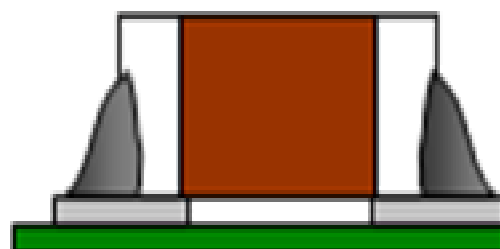

图 17
5.14 冷焊：焊点表面不光滑，有毛刺或呈颗粒状(图 17)，不可接受。